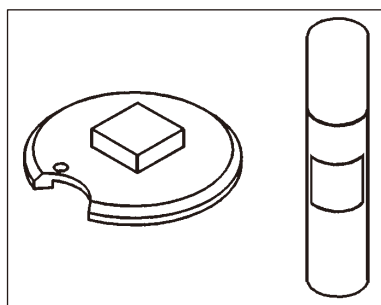

Fig. 19
- Fijar la muestra con adhesivo de cianacrilato sobre la platina portamuestras (→ Fig. 19).